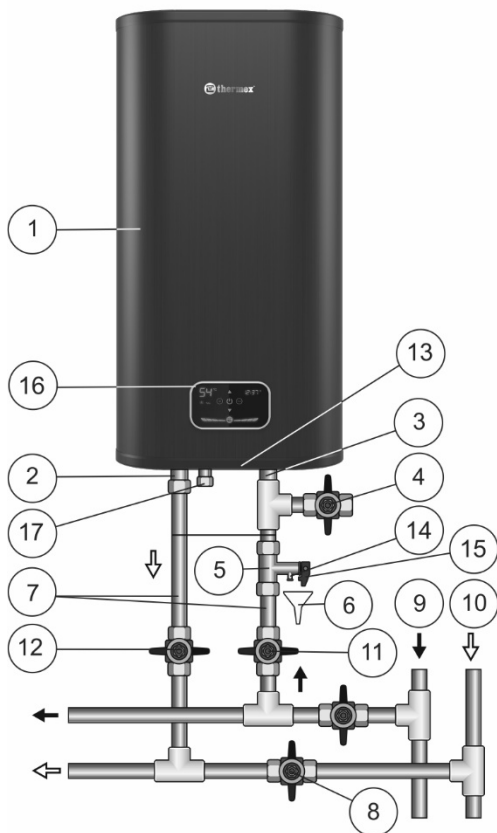

Рисунок 1. Схема подключения ЭВН к водопроводу в вертикальном положении вертикальных моделей V.
Внутренний бак изготавливается из высококачественной нержавеющей стали с содержанием титана, что обеспечивает высокую коррозионную стойкость и, как следствие, длительный срок эксплуатации. Пространство между внешним корпусом и внутренним баком заполнено пенополиуретаном - современной, экологически чистой теплоизоляцией, обладающей наилучшими характеристиками теплосбережения. Модели Flat Diamond Touch Pro Wi-Fi (ID PRO Wi-Fi) имеют два резьбовых патрубка: для входа холодной воды (Рис. 1, п. 3) с синим кольцом и выхода горячей воды (Рис. 1, п. 2) - с красным кольцом. На лицевой стороне ЭВН во всех моделях находится панель управления (Рис. 1, п. 16).
Предохранительный клапан (Рис. 1, п. 5) выполняет функции обратного клапана, препятствуя попаданию воды из водонагревателя в водопроводную сеть в случаях падения в последней давления и в случаях возрастания давления в баке при сильном нагреве воды, а также функции защитного клапана, сбрасывая избыточное давление в бак при сильном нагреве воды. Во время работы водонагревателя вода может просачиваться из выпускной трубы предохранительного клапана для сброса излишнего давления, что происходит в целях безопасности водонагревателя. Эта выпускная труба должна оставаться открытой для атмосферы и быть установлена постоянно вниз и в незамерзающей окружающей среде.
Необходимо обеспечить отвод воды из выпускной трубы предохранительного клапана (Рис. 1, п. 14) в канализацию, предусмотрев при монтаже ЭВН соответствующий дренаж (Рис. 1, п. 6).
Необходимо регулярно (не реже одного раза в месяц) проводить слив небольшого количества воды через выпускную трубу предохранительного клапана в канализацию для удаления известковых осадков и для проверки работоспособности клапана. Для открывания клапана он снабжен ручкой (Рис. 1, п. 15). Необходимо следить, чтобы во время работы ЭВН эта ручка находилась в положении, закрывающем слив воды из бака.
Установить предохранительный клапан (Рис. 1, п. 5) на входе холодной воды (Рис. 1, п. 3), помеченном синим кольцом, закрутив на 3,5 - 4 оборота, обеспечив герметичность соединения любым уплотнительным материалом (льном, лентой ФУМ и др.).
- Вертикальные модели V в соответствии с Рис. 1